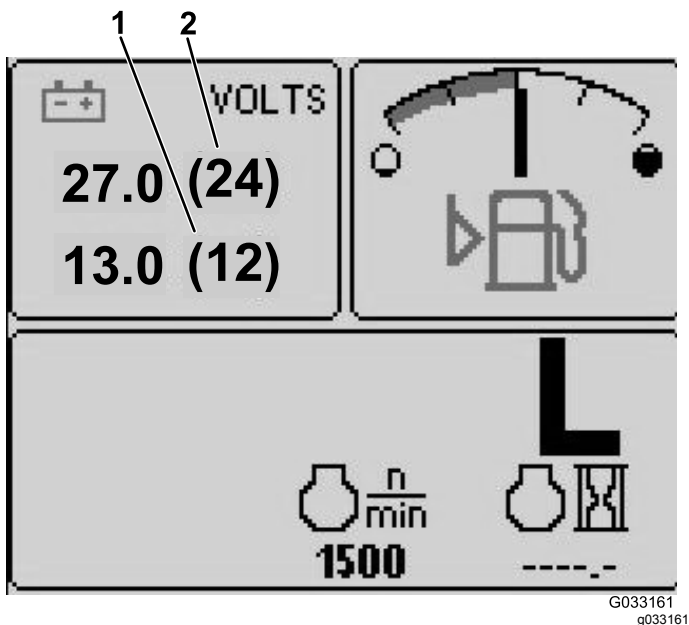

Figura 17
- Spia della tensione della batteria 12 V – schermata superiore sinistra (Figura 17)
- Spia della tensione della batteria 24 V – schermata superiore sinistra (Figura 17)
Questa visualizzazione indica entrambe le tensioni della batteria da 12 V e 24 V (Figura 17).